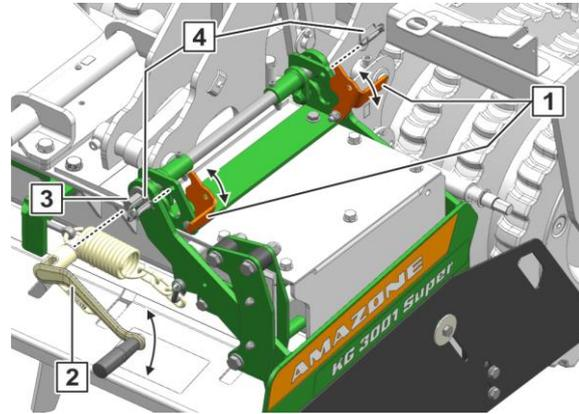

图 144
1. 拆卸制轮楔 (图 144/4)
2. 将操作工具放在 (图 144/2) 调节轴 (图 144/3) 上。
3. 要减轻支撑角钢 (图 144/1) 的负荷时，应逆时针旋转操作工具。